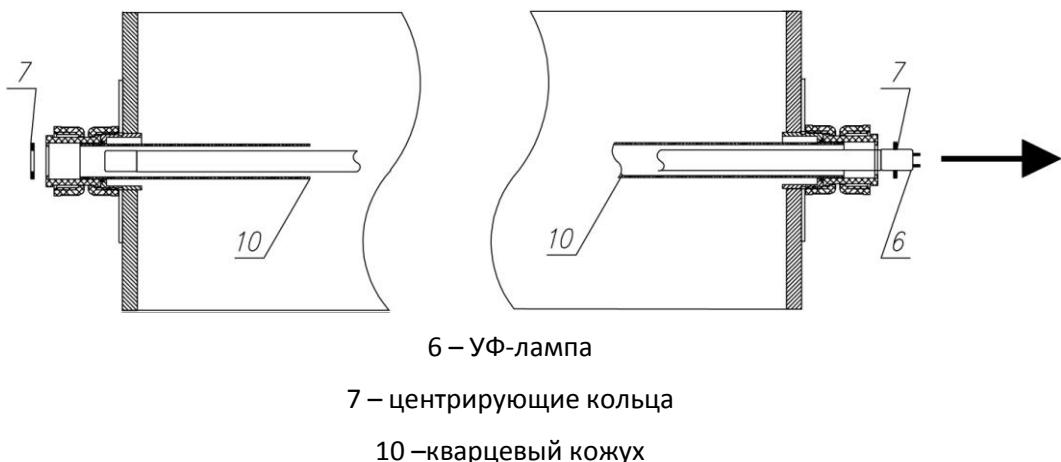
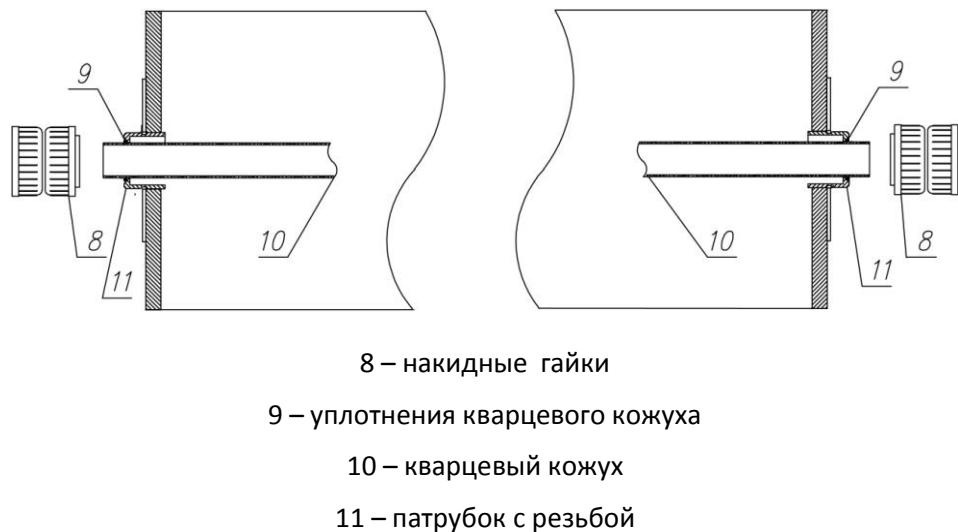

Рис. 4 Демонтаж УФ-лампы
Рис. 6 Демонтаж/монтаж кварцевого кожуха
- 5) Аккуратно протолкнуть лампу (6) в направлении штырьковых контактов (см. Рис. 4), одновременно освобождая от центрирующих колец (7)
- 6) Осторожно извлечь лампу (6) из кварцевого кожуха (10)
- 4) Отвинтить накидные уплотняющие гайки (8) и отсоединить муфты крепления от корпуса реактора (см. Рис. 6)
- 5) Осторожно снять уплотнение (9) с левого конца кварцевого кожуха
- 2) Надеть на один из концов кварцевого кожуха кольцевое уплотнение (9) (см. Рис. 6)
- 4) Надеть на свободный конец кварцевого кожуха второе уплотнение (9) и выровнять кожух с равными расстояниями от торцевых стенок корпуса
- 5) Установить муфты крепления и туго затянуть накидные гайки (8) по резьбе патрубков (11).
- 7) Заполнить установку водой, открыв кран (1) на входном патрубке реактора и кран (2) на выходном патрубке (см. Рис. 4)
- 8) Провести проверку герметичности кварцевого кожуха при рабочем давлении установки. В случае появления воды в местах уплотнения, подтянуть гайки (8) до устранения подтекания